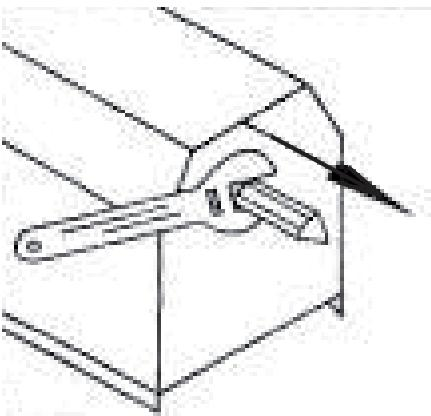

Рис. 10
- Вставьте ключ в плоские пазы приводного шпинделя, затем открутите вращающийся центр против часовой стрелки (рис. 10).